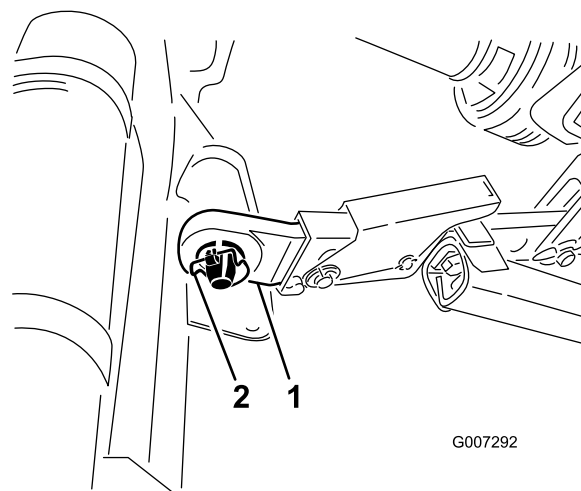

Figura 6
6. Fissate i bracci di collegamento inferiori ai perni di traino con gli acciarini (Figura 6).
5. Inserite i bracci di attacco inferiori destro e sinistro sui perni di traino (Figura 6).